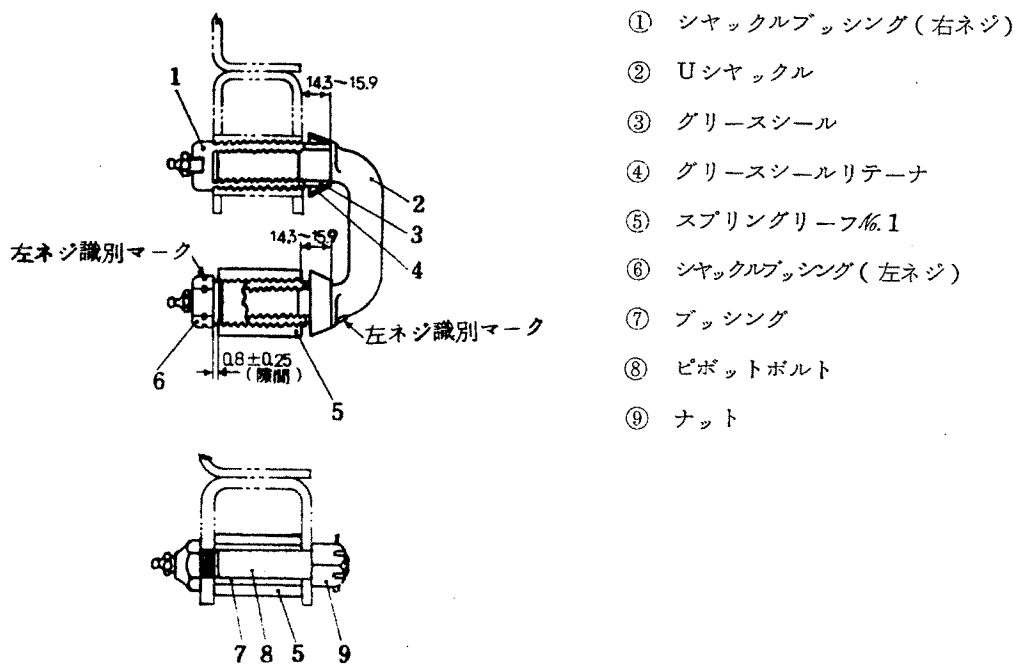

図15-5 Uシャックル及びピボットボルト
ングアイに挿入してその段付部とブラケット又はスプリングアイとの隙間を $1.4.3 \sim 1.5.9$ mmに保ちます。(図15-5参照)
- b スプリングアイ側ブッシングをネジ込みます。この場合スプリングアイ内面にはネジは切っておりませんが、ブッシングでタッピングしてネジ込みます。ナットとスプリングアイ端面の間には、 $0.8 \pm 0.25 \text{ mm}$ の隙間を設けます。(図15-5参照)